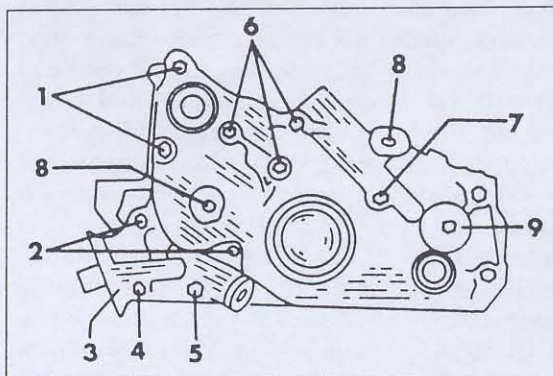

Bild 135
Gehäuse festschrauben. Die Länge der Schrauben ist unterschiedlich und muss anhand von Bild 135 (siehe Seite 58) bestimmt werden. Abschliessend den Stopfen (9) einschrauben.